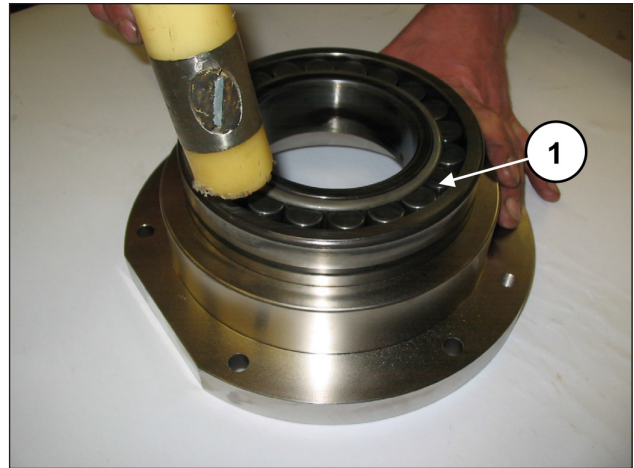
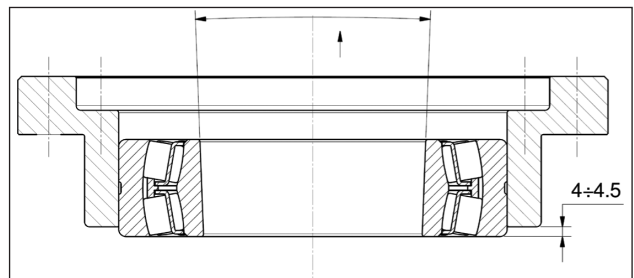

Fig. 69
Fig. 70
insira o rolamento, usando um mecanismo de percussão (pos. ①, Fig. 69), até obter uma cota de 4 ± 4.5 mm, conforme indicado na Fig. 70.
O rolamento na Fig. 70 tem o anel interno cônico. Verifique se a conicidade esteja na parte interna para permitir a inserção seguinte da bússola.